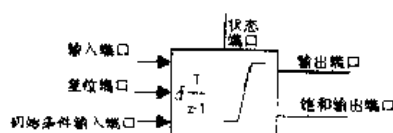

图 6.29 离散时间积分器模块在图标中显示端口
(6) 选择所有选项。选择所有选项后, 图标如图6.29所示。